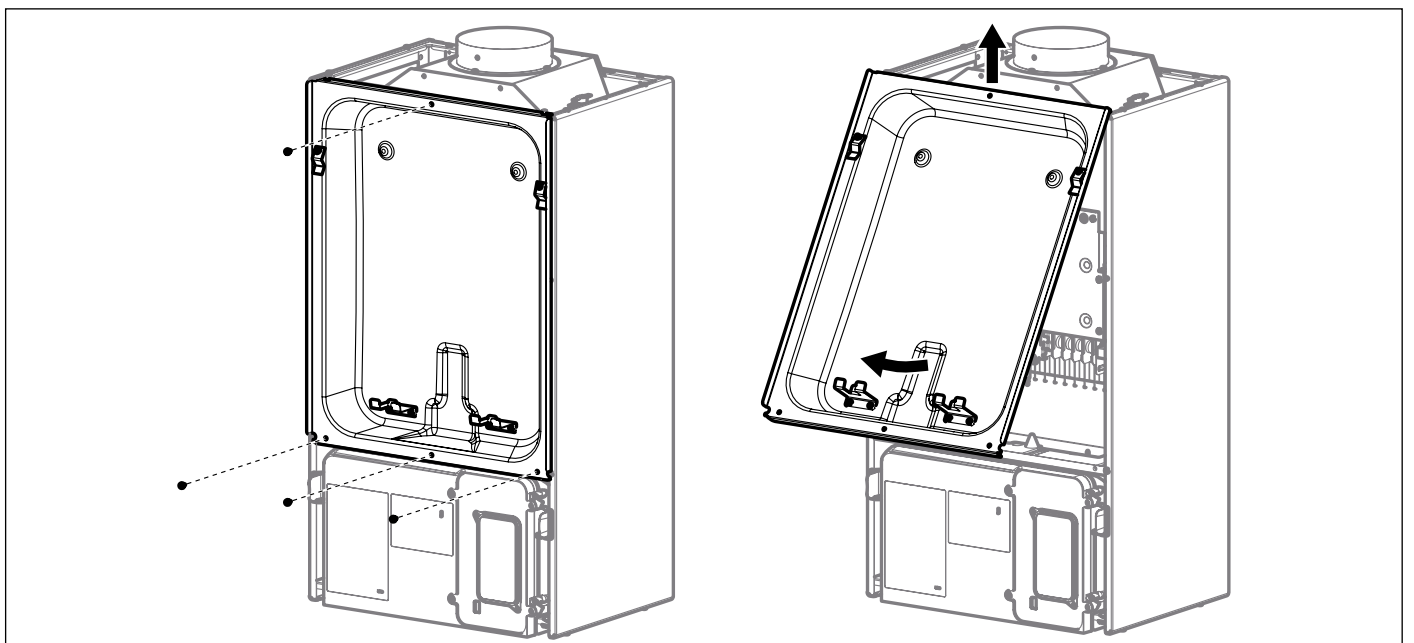

Abb. 11 Verbrennungskammer
- Abdeckung - Verbrennungskammer entfernen (siehe Abb. 11).